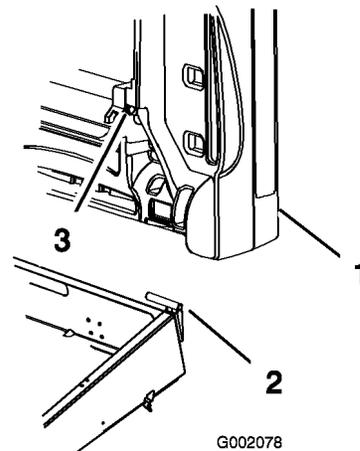

Figure 9
3. Glissez le trou de montage du plateau de chargement sur le support de pivot (Figure 9).